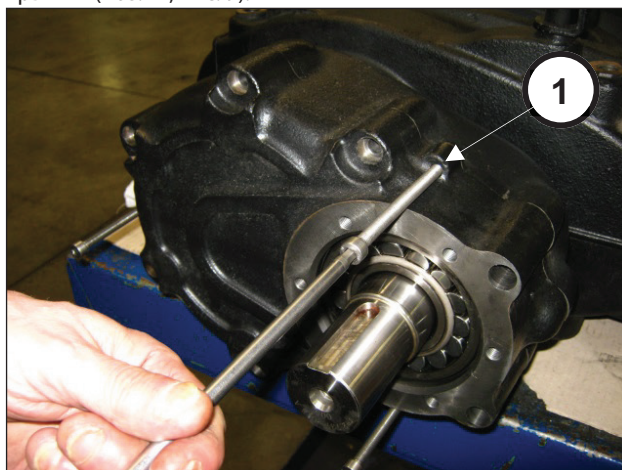
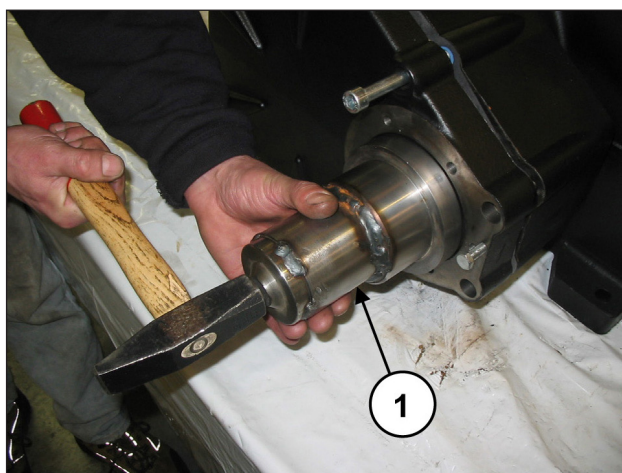

Рис. 8
Рис. 9
Ввинтите 3 резьбовых штифта (поз. ①, Рис. 8), играющие роль съемников, и одновременно, используя специальный инструмент (арт. 27887000), стучите по нему так, чтобы подшипник оставался на шестерне при извлечении крышки (поз. ①, Рис. 9).